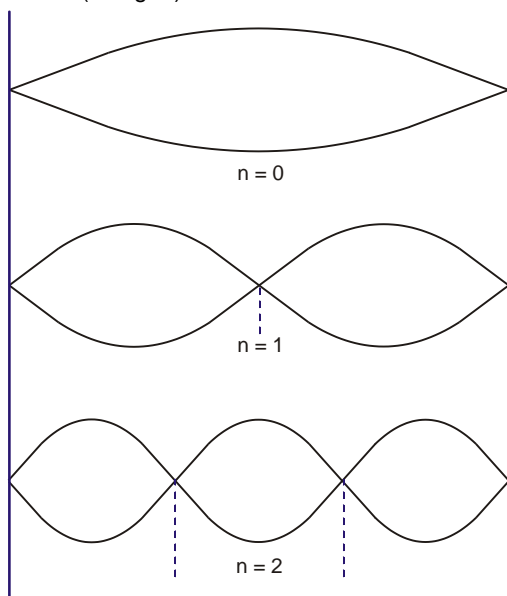

Fig. 3: Onde stazionarie
In altre parole, la condizione di risonanza (5) richiede che la lunghezza L sia esattamente un multiplo intero della metà della lunghezza d'onda. La frequenza di risonanza deve essere adeguata a questa lunghezza d'onda. n è in questo caso il numero dei nodi di oscillazione. Se nella prima armonica si forma solo un ventre di oscillazione, esso è uguale a zero (v. Fig. 3).